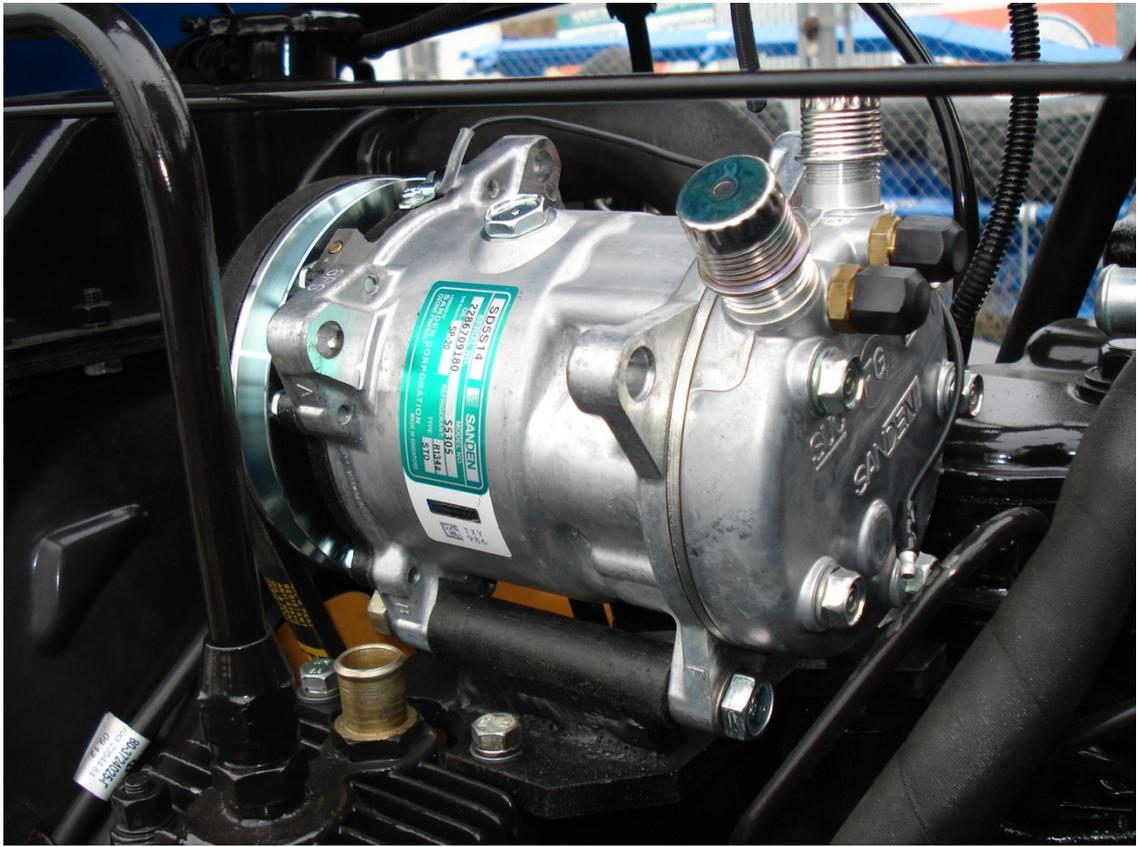
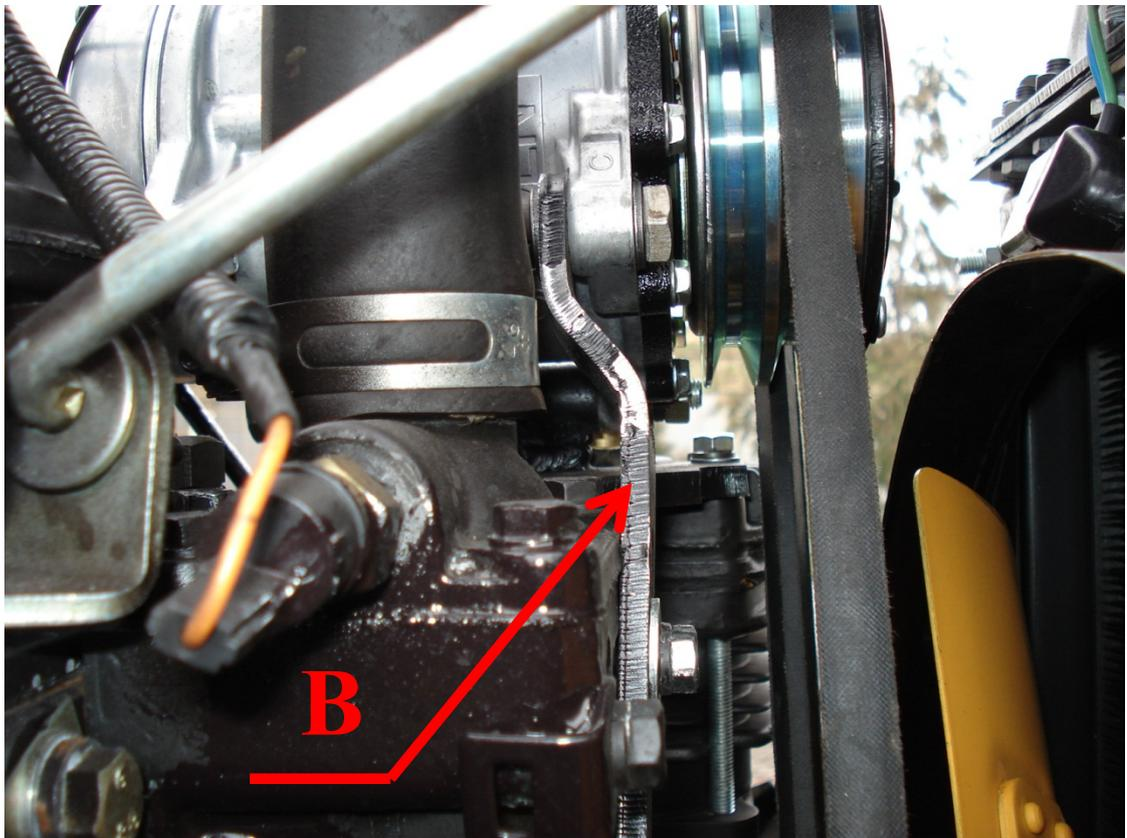

Рис. 5
Рис. 6
- 2.4. Установить компрессор кондиционера на кронштейн как показано на фото, закрепив его болтом М10\*130 и натяжной планкой «В», опирающейся на болт М8 крепления термостата. (Рис. 5; Рис. 6)